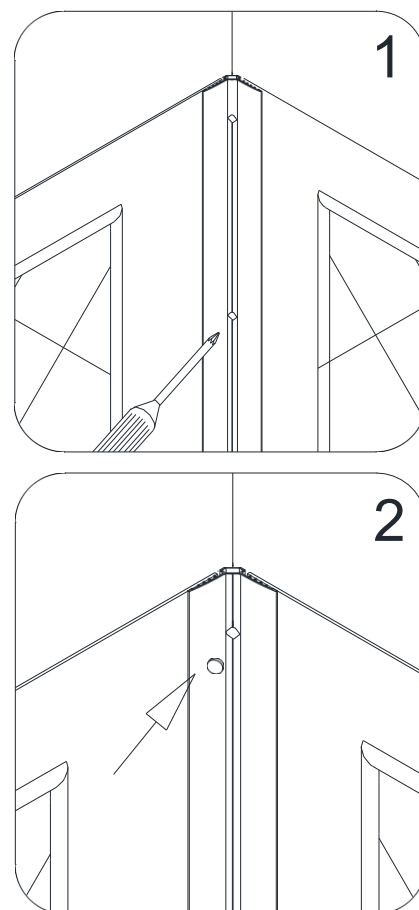

Fig. 24
Consultez la Fig. 24 pour plus de détails.
25. Marquez la position des **Supports de Tablette (N° 04)** selon les mesures aux Fig. 24 et 25.1.